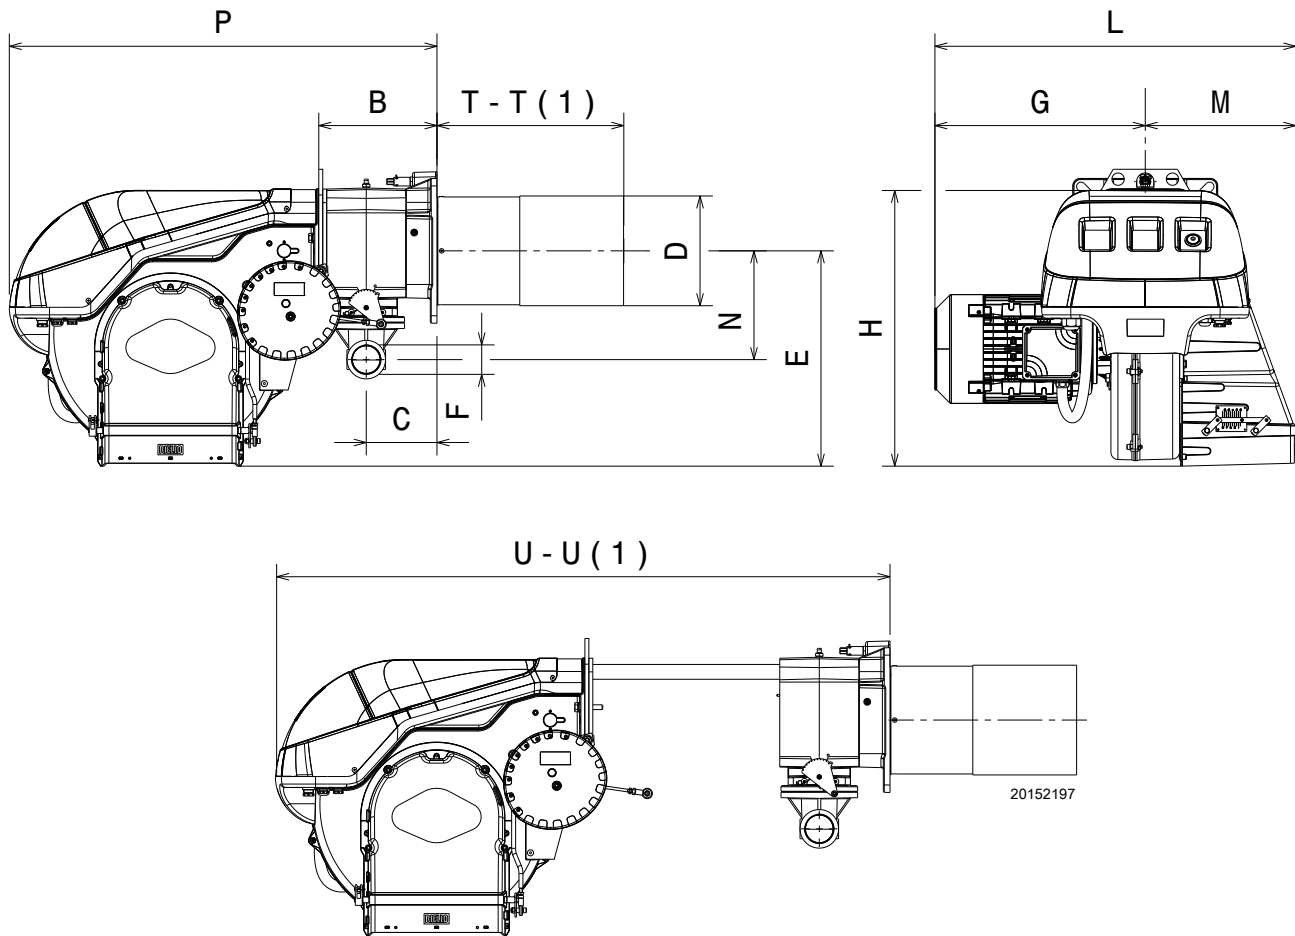

图 1
燃烧器的最大尺寸见图 1。
* 锅炉炉门的最大厚度见尺寸“l”。（图 1 页 8）。